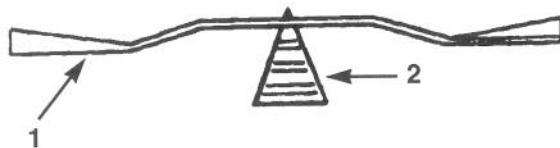

Figure 37
2. Contrôler l'équilibrage de la lame en la posant sur un équilibrEUR de lame (Fig. 37). La lame est équilibrée si elle reste horizontale, et peut donc être utilisée. Limier l'arrière de la lame si elle n'est pas équilibrée. Répéter la procédure jusqu'à ce que la lame soit équilibrée.
1. Poser la lame, la pièce de retenue, la rondelle incurvée (côté concave vers la lame) et le boulon (Fig. 37).